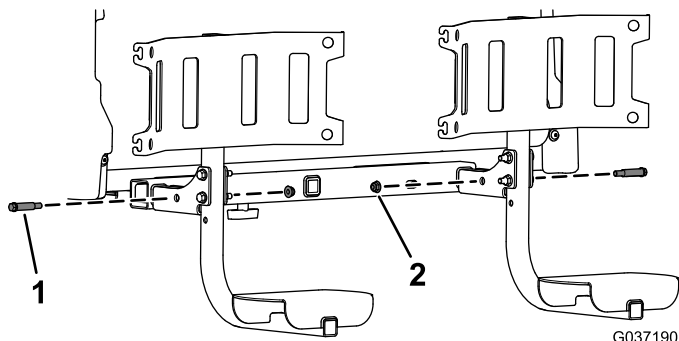

Figure 10
10. Fixez les supports de poubelle sur les tubes du cadre de poubelle à l'aide de 2 vis à épaulement (3/8" x 5/8") et 2 écrous à embase (3/8"), comme montré à la Figure 10.